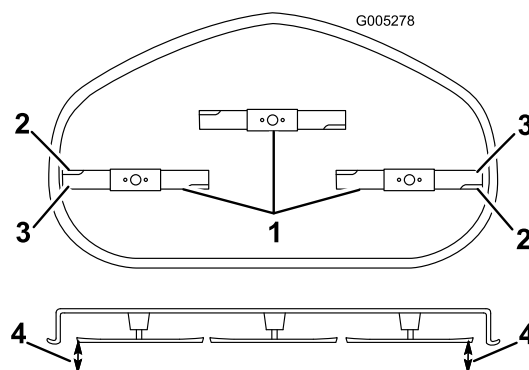

Figura 40
5. Gire cuidadosamente la(s) cuchilla(s) colocándola(s) perpendicularmente al sentido de avance de la máquina (Figura 40). Mida entre los bordes de corte exteriores y la superficie plana (Figura 40). Si hay una diferencia de más de 5 mm entre ambas dimensiones, se requiere un ajuste; siga con este procedimiento.
6. Mida entre los bordes de corte exteriores y la superficie plana (Figura 40). Si hay una diferencia de más de 5 mm entre ambas dimensiones, se requiere un ajuste; siga con este procedimiento.